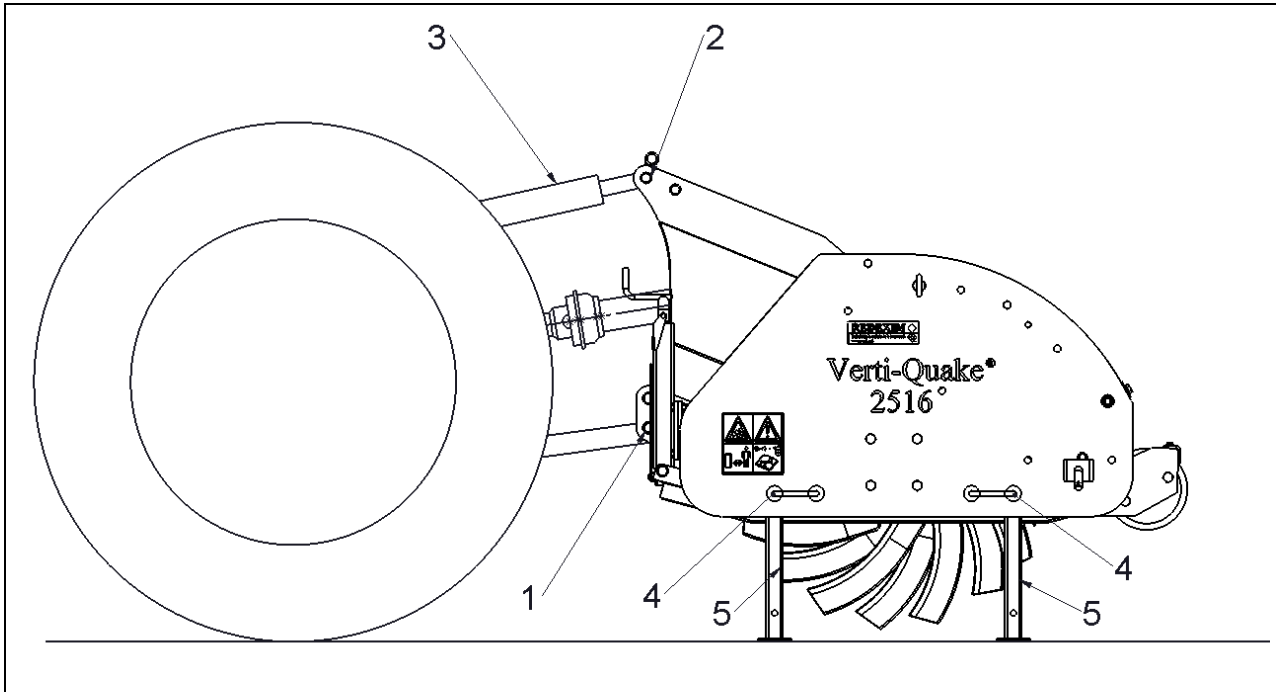

Fig. 10
5.0 AANKOPPELEN AAN DE TRACTOR (Fig. 10)
De Verti-Quake® kan aan de tractor gekoppeld worden door middel van de 3-punts bevestiging. De methode is als volgt: (fig.10)